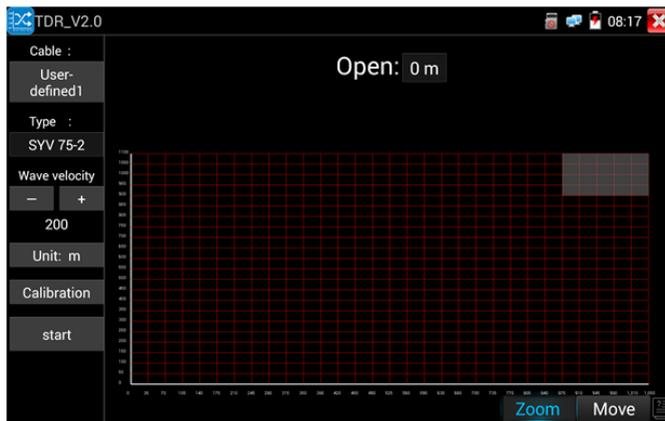

Рис. 142 Выбор типа для тестируемого кабеля
2. В строке Type (Тип кабеля) выберите тип кабеля. Например, для коаксиального кабеля этот параметр будет SYV 75-2, рис. 142